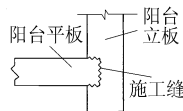

图 10 阳台板施工缝留置方法
(1) 混凝土制备质量控制 对搅拌站严格要求,坚持水泥、粉煤灰、外加剂等原材料在主体结构浇筑时不能换厂家、换品种;加强现场控制,每车做坍落度检测,严禁现场加水、加外加剂,保证混凝土的稳定性、均色性等要求。
(2) 顶板混凝土浇筑顺序 浇筑顶板混凝土时,从外侧(有阳角和滴水线部位)向内浇筑,避免混凝土泌水等对墙外表面的影响。
(3) 阳台栏板无缝施工流程 对阳台模板支设与混凝土浇筑顺序进行改进,目的是取消水平施工缝及提高上下层的顺直度(见图 10)。
先浇筑阳台平板部分,为支设立板模板提供支点。待数层阳台平板浇筑完成后再浇筑立板;支设立板模(包括立板底部的滴水线及卡窗框的凸槽),这时可方便、从容地调整板底的平整度及标高;又可从其上数层高的阳台平板上吊设吊线,控制模板安装精度;平板与立板间的施工缝留置如图 10 所示。浇筑立板时将平板全部包住,实现立面的无缝效果。